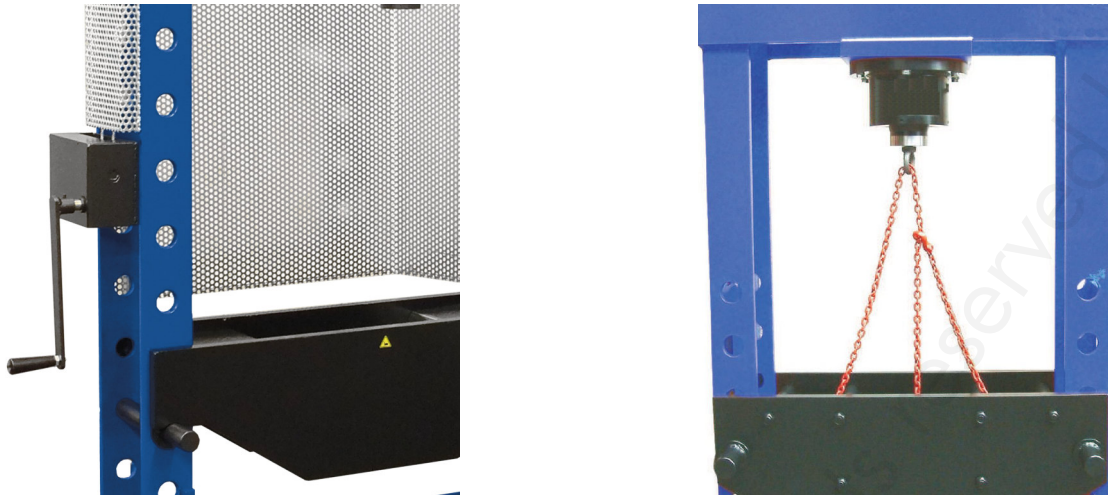

Fig. 11: De tafelhoogte instellen: Model WPP 60 HBK met lier en handslinger (links),
2. Modellen WPP 100 HBK tot 200 HBK: Verwijder de beschermkap van de zuiger en schroef de ring op de zuiger vast. Haal de ketting door de verbindingbouten van de perstafel en haak hem stevig in de ringbout (Fig. 11, rechts).